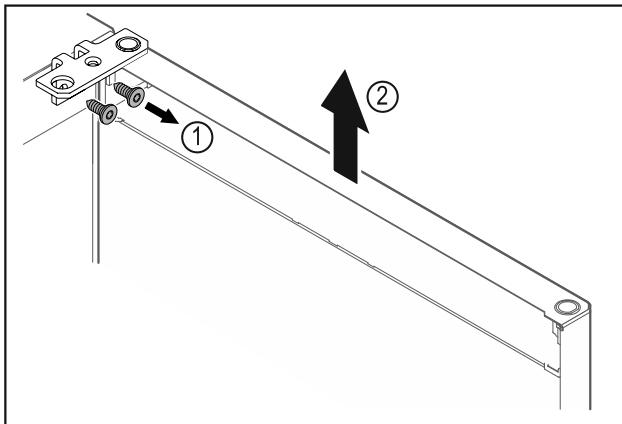

Fig. 13
- ▶ Noskrūvējiet lokāmos kronšteinus Fig. 13 (1).
- ▶ Paceliet durvis kopā ar lokāmajiem kronšteiniem Fig. 13 (2) apmēram 200 mm taisni uz augšu un noņemiet tās.